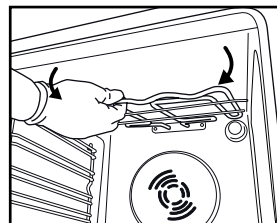

Fig.5
2. Tirez légèrement sur la résistance chauffante (Fig. 4) et abaissez-la (Fig. 5).